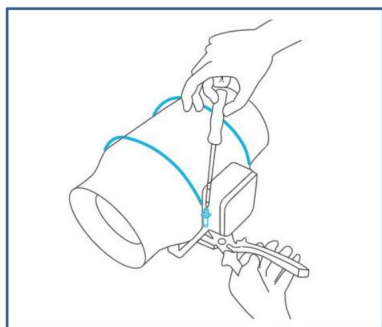

Fig.1.
1. Dévissez et desserrez les anneaux métalliques à l'aide d'un tournevis cruciforme et d'une pince. Voir la (Fig. 1.)